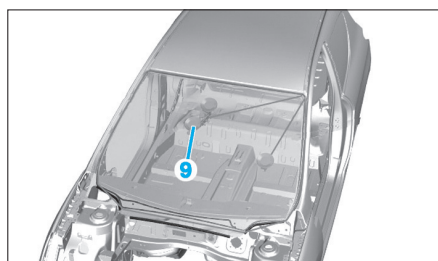

Fig. 6
- Insérer une corde à découper les cordons de colle (9), dans le coin supérieur gauche du pare-brise (Fig.6).
- Fixer le fil de découpe sur le renvoi d'angle (9).